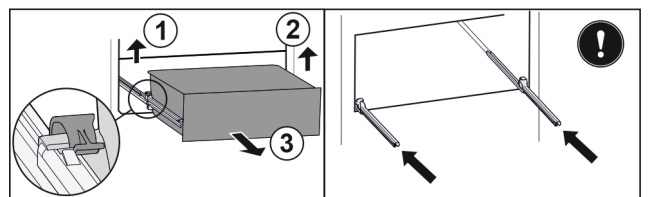

Fig. 103
- ▶ Linke Klemme anheben und gleichzeitig Schubfach links nach vorne ziehen. Fig. 103 (1)
- ▶ Rechte Klemme anheben und gleichzeitig Schubfach rechts nach vorne ziehen. Fig. 103 (2)
- ▶ Schubfach nach vorne entnehmen. Fig. 103 (3)